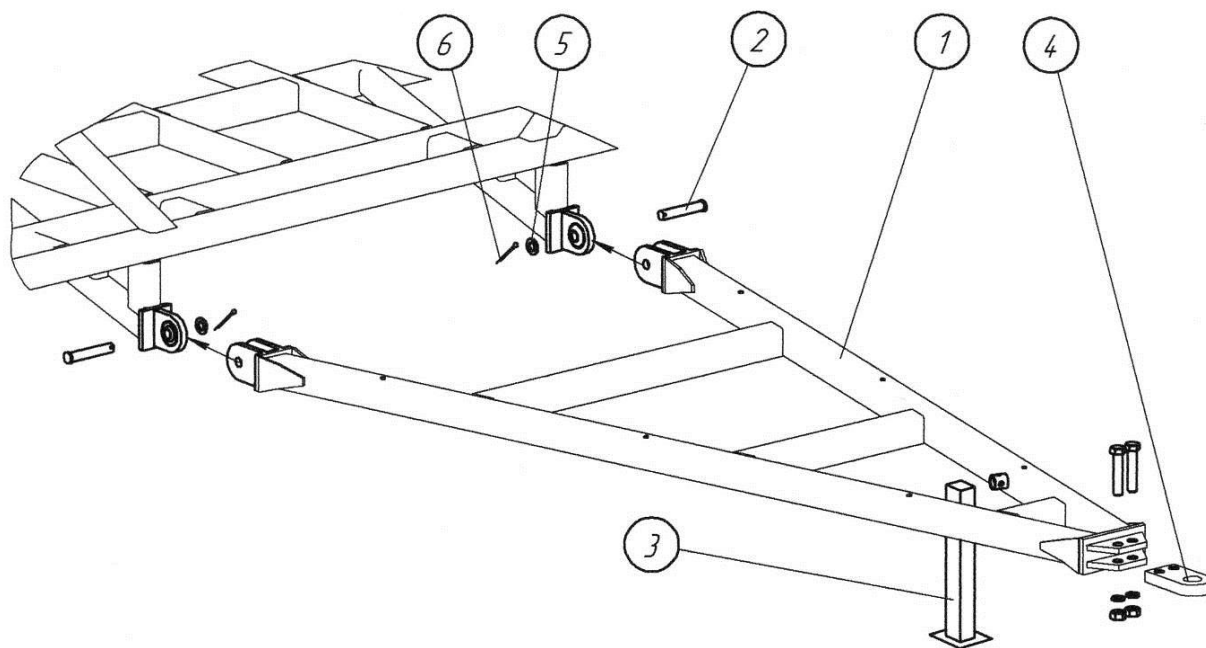

Рис. 4.9.1. Крепление передней сцепки к раме
**4.9.1.** Закрепите переднюю сцепку 1 на главной раме, установив пальцы 2 (32x130), шайбы 5 и шплинты 6 (6x50) (рис. 4.9.1). Установите опору откидную 3 на сцепку.